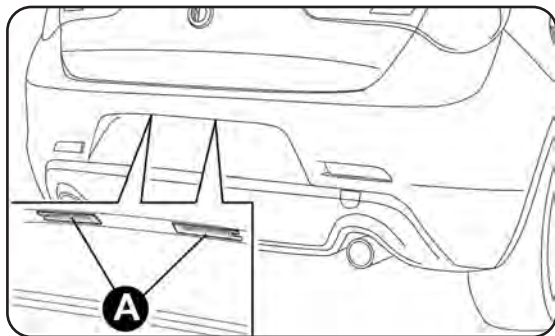

fig. 139
- rimuovi i gruppi luci targa A-fig. 139;